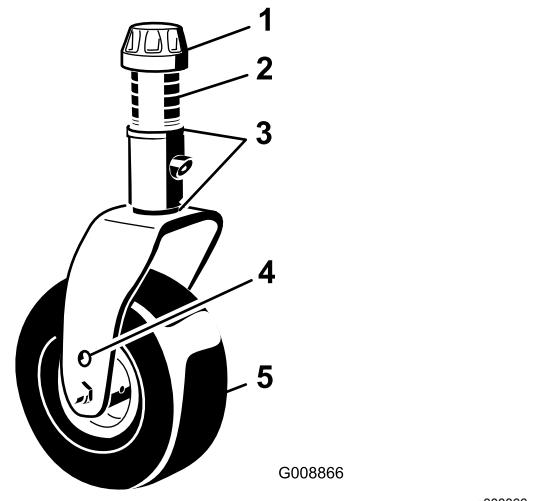

Figura 5
2. Coloque los ejes de las ruedas giratorias en el mismo taladro en ambas horquillas. Consulte en Figura 5 los taladros correctos para cada ajuste.
- Retire el casquillo tensor del eje (Figura 5) y deslice el eje fuera del brazo de la rueda giratoria. Coloque los dos suplementos (3 mm) en el eje de la misma forma que en la instalación original. Estos suplementos son necesarios para obtener el mismo nivel en toda la anchura de las unidades de corte. Coloque el número adecuado de espaciadores de 13 mm (consulte la tabla siguiente) en el eje para conseguir la altura de corte deseada, luego coloque la arandela en el eje.